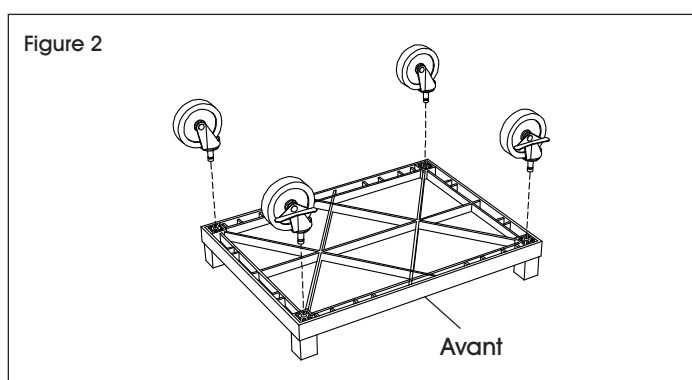

Figure 2
1. Tapotez les roulettes dans le dessous de la tablette inférieure à l'aide d'un maillet en caoutchouc. Mettez deux roulettes pivotantes avec frein à l'avant du chariot et deux roulettes pivotantes à l'arrière. (Voir Figure 2)